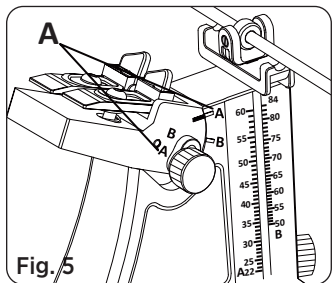

Fig. 5
**Consejo:** Alinee la línea blanca del indicador con la letra A, luego apriete el botón de bloqueo de posición en el orificio de montaje A (Ver Fig. 5).